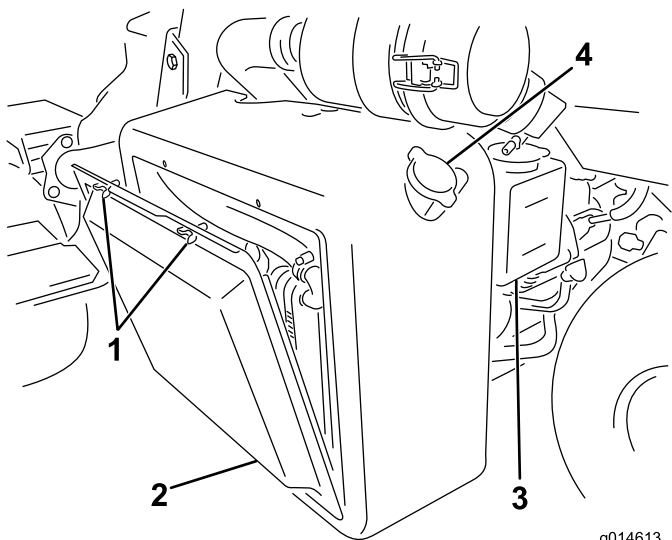
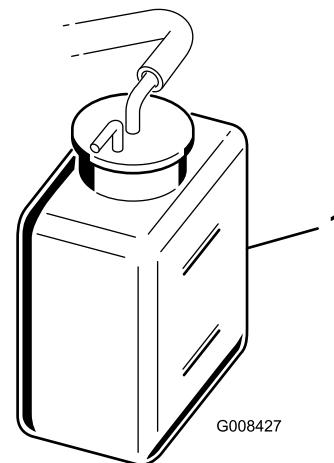

Figura 40
Figura 41
1. Retire la rejilla del radiador (Figura 40).
2. Compruebe el nivel de refrigerante (Figura 40 y Figura 41).